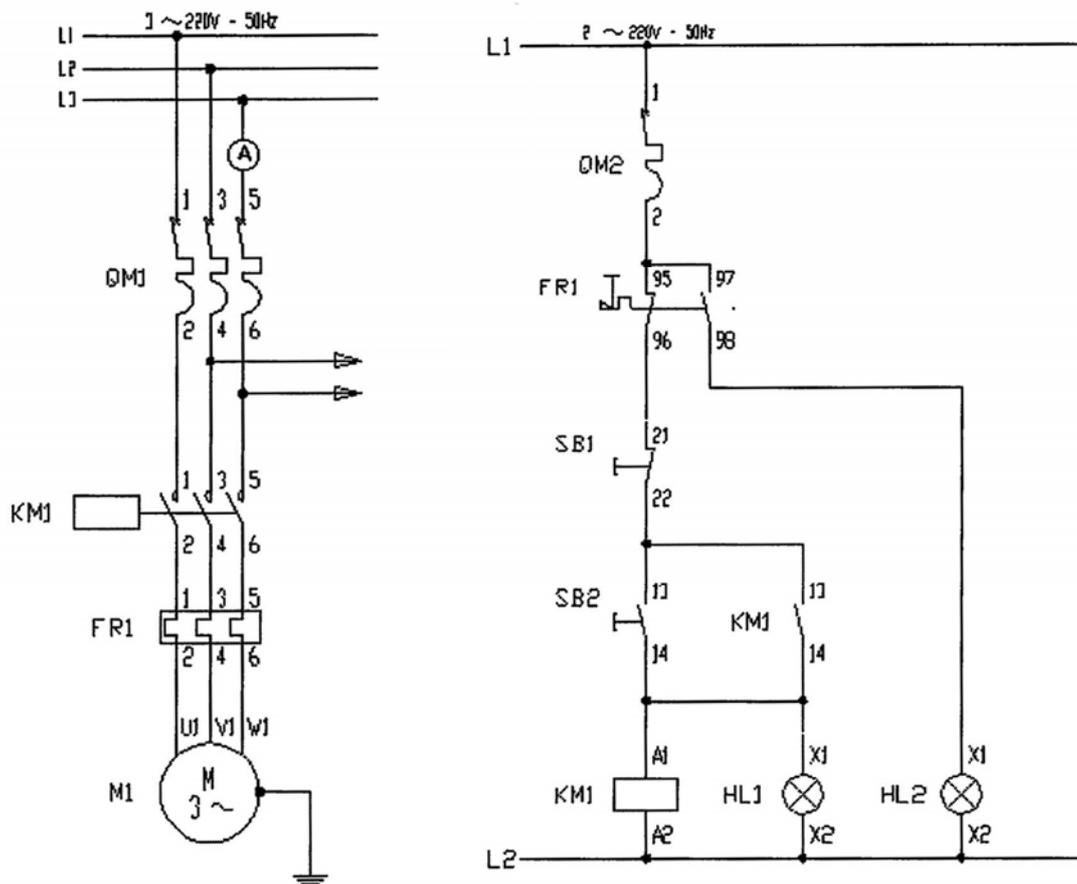

Figura 3. Control de un motor trifásico
- El circuito de fuerza es el que aparece a la izquierda de la figura 3. El circuito de mando es el de la derecha.